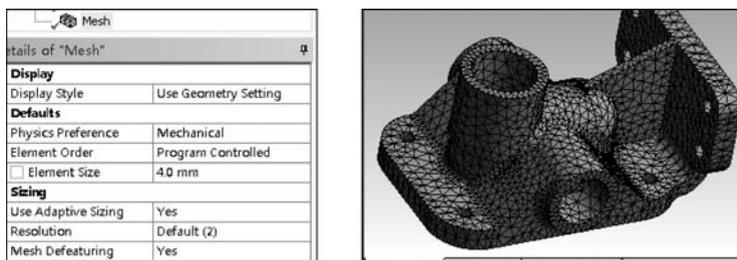

图 3.54 更改全局网格尺寸
(3) 如图 3.54 所示,在全局网格选项中将 Element Size 修改为 4.0mm,如果单位不是 mm,则应先在 Units 菜单中将长度单位修改为 mm,然后重新生成网格。